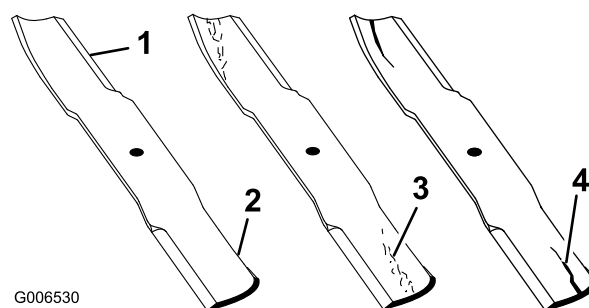

Figure 53
1. Examinez le tranchant des lames (Figure 53). Si les lames ne sont pas tranchantes ou si elles présentent des indentations, déposez-les et aiguisiez-les. Voir Aiguisage des lames.
2. Inspectez les lames, surtout la partie relevée (Figure 53). Remplacez immédiatement toute lame usée, endommagée ou qui présente une entaille (repère 3. de la Figure 53).